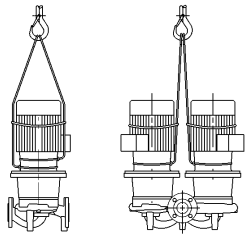

Fig. 5: Mise en place des cordes de transport
- Les œillets de transport servent ici de guidage lors de la suspension de la charge (fig. 5).